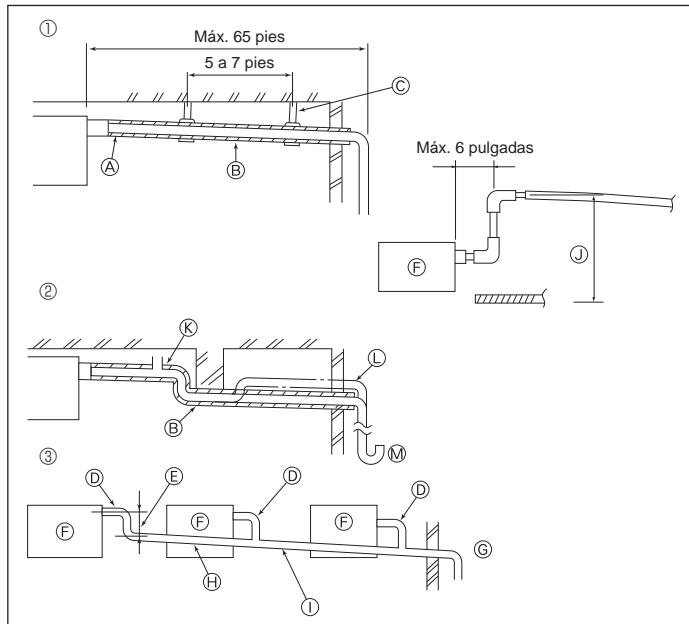

Fig. 3-1
3.1. Tubería de drenaje (Fig. 3-1)
- ① Tubería correcta
- ② Tubería incorrecta
- No coloque un purgador de aire. Puede provocar el desbordamiento del drenaje. ④
- No coloque un tubo elevado en la tubería. ⑤
- No coloque sifones para evitar olores en la tubería. ⑥
- ③ Agrupación de tuberías